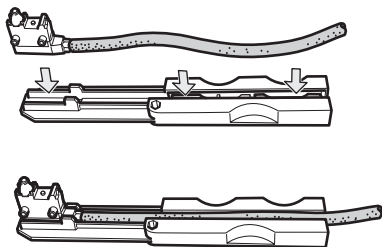

Bild 6
- ▶ Lägg givaren med kabeln i monteringshjälpen (Bild 6).